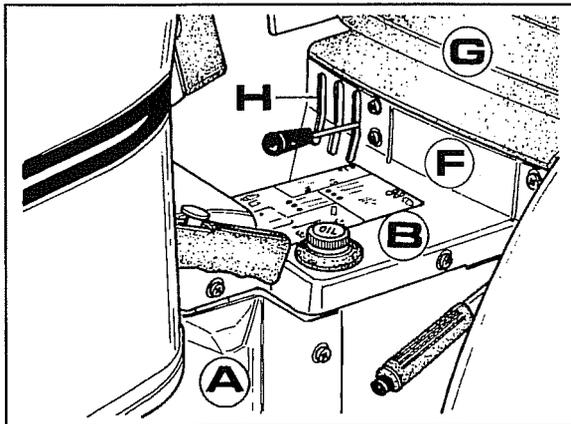

Abb. 9
- 1 Den Fahrersitz **G**, das zentrale Schutzblech **B** und die Flanken **A-H** wie in der Abb. 9 gezeigt entfernen.